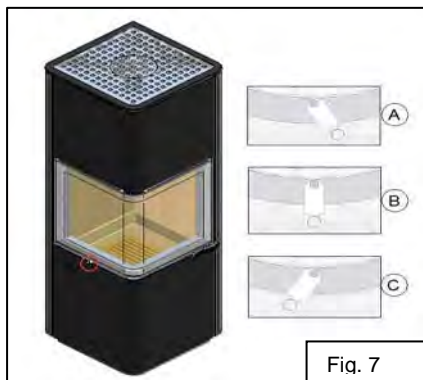

Fig. 7
L'intégration de l'IG3 peut être réalisée à l'appui de la **figure 7**.
La régulation de l'air de combustion s'effectue en continu, par actionnement du levier de réglage qui se trouve sous la porte (voir Fig. 7). Le réglage s'effectue à porte de foyer fermée!
3. Mettre le régulateur d'air de combustion en position « **Allumage** » et activer le clapet de dérivation (voir point 4.7) (voir fig. 7).
12. En fonction des conditions atmosphériques, amener le levier de réglage plus ou moins vers la position centrale ou un peu au-dessus (Fig. 7). Ceci dépend toujours de l'expérience et des conditions présentes sur site.
1. Repousser la tirette (voir Fig. 7) tout en haut.
est atteinte lorsque le bois est entièrement brûlé, qu'un feu couvant ou une combustion incomplète ne peut pas se produire. Le levier de réglage peut alors être fermé. Lorsque votre poêle-cheminée n'est pas en fonctionnement, placez toujours les régulateurs sur la **position Apport d'air fermé** (voir Fig. 7).